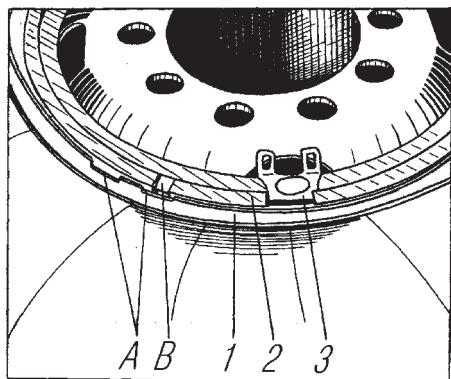

Рис. 52. Положение замочного и бортового колец колес 254Г-508 и 400Г-508:
5. Установите бортовое и замочное кольца, совместив при этом на колесах сшинами регулируемого давления выштамповку В (рис. 52) на замочном кольце с одним из пазов А на бортовом кольце и обеспечив совпадение разреза замочного кольца с ограничителем на ободе.